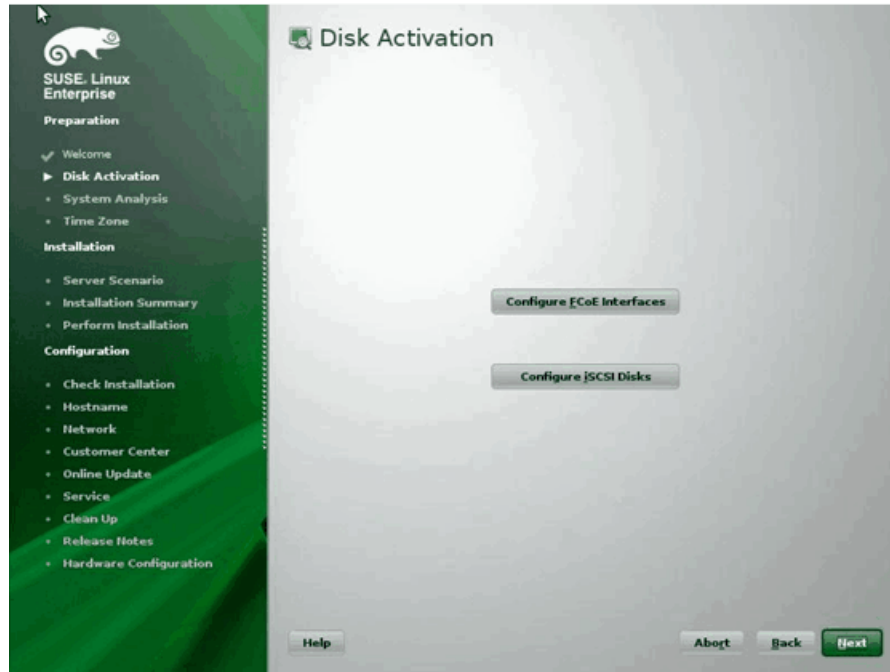

図 14-14. ディスクのアクティブ化
4. 要求されたら、**Configure FCoE Interfaces** (FCoE インタフェースの設定) をクリックします (図 14-14)。